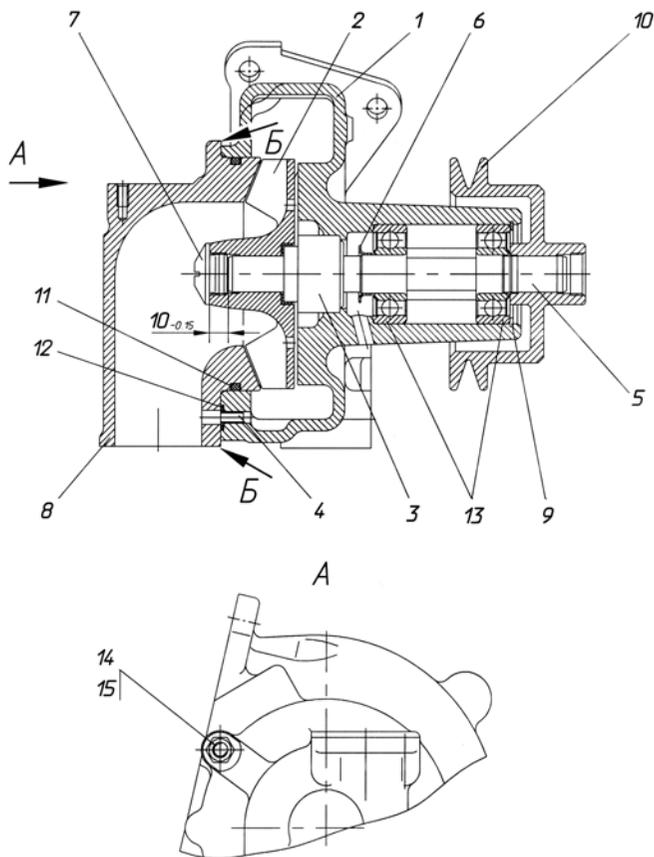

Рис. 103. Водяной насос:
- 5 Отвернуть гайки 14 (рис. 103) патрубка 8.
- 2 Напрессовать на вал 5 (рис. 103) подшипники 13 и водосбрасыватель 6. При этом необходимо:
- 9 Напрессовать крыльчатку 2 в сборе с манжетой и уплотнительной втулкой на вал 5 (рис. 103). При этом необходимо:
- установить крыльчатку ив валу в размер $10_{-0,15}$ мм (рис. 103) между торцом вала и торцом ступицы крыльчатки. Для этого необходимо при запрессовке установить на торец вала диск диаметром не более 13 мм и высотой $10_{-0,15}$ мм.